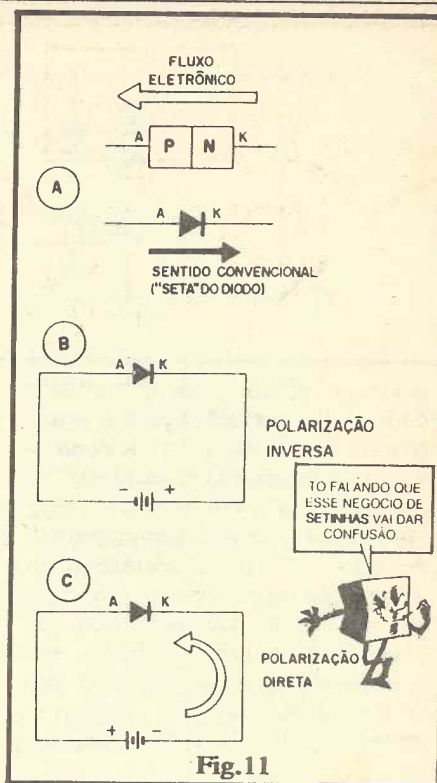

Fig. 11
- FIG. 11 - Resumo: sempre lembrando que a seta do símbolo do diodo aponta no sentido “convencional” da corrente, enquanto que o fluxo eletrônico se dá no sentido oposto (11-A), se o **anodo** (A) do diodo estiver **negativo** em relação ao **catodo** (K) conforme mostra 11-B, a POLARIZAÇÃO é INVERSA e a passagem da corrente está “proibida”; já se o **anodo** (A) estiver **positivo** em relação ao **catodo** (K), a POLARIZAÇÃO será DIRETA, e a corrente é “permitida”. As figs. 11-B e 11-C ilustram às polarizações.